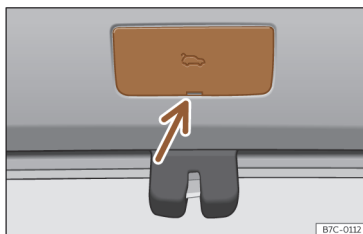

Fig. 81 Detalle del maletero: acceso al desbloqueo de emergencia.
- Retire la cubierta haciendo palanca con el espadín de la llave»» **fig. 81**.